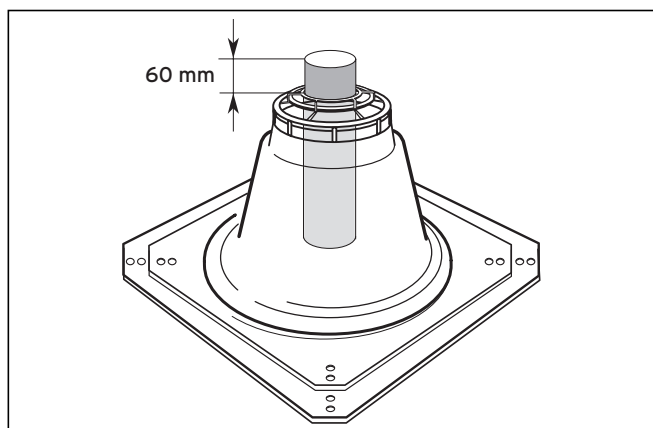

Abb. 6.81 Länge des oberen Abgasrohrs
- Kontrolle: Über dem Fuß des Schachtaufsatzes (2) müssen 60 mm überstehen (siehe Abb. 6.81).
- Klemmen Sie die Haube des Schachtaufsatzes (1) über das obere Ende der starren Abgasleitung und drücken Sie sie fest auf. (Die Haube rastet nicht im Fuß ein.)